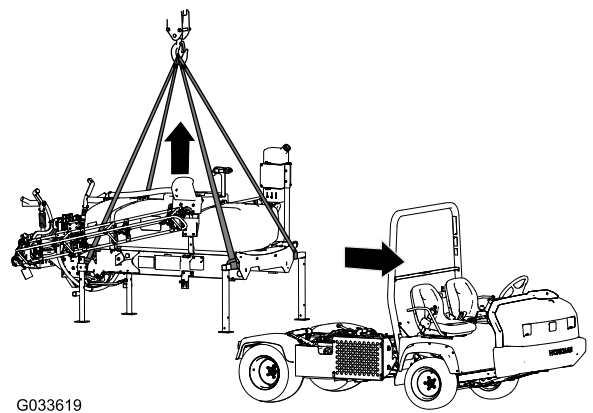

Bild 120
1. Senken Sie die Ausleger auf ungefähr 45° ab und drehen sie dann nach vorne (**Bild 120**).
5. Befestigen Sie die Hebevorrichtung an den horizontalen Rohren der vorderen Stützbocke und der vertikalen Strebe der hinteren Stützbocke (**Bild 120**).
7. Heben Sie das Behältergestell so weit an, dass das Gestell nicht die Maschine berührt (Bild 120).